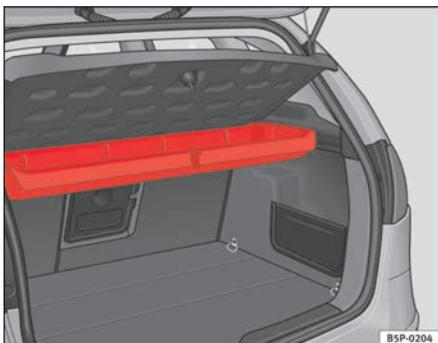
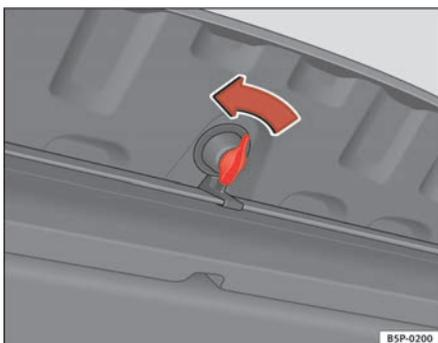

Fig. 122 Alojamento para o triângulo de pré-sinalização por baixo da chapeleira traseira
Fig. 123 Abertura da caixa porta-objects
O triângulo de pré-sinalização* está localizado por baixo da prateleira posterior na uma caixa porta-objects ⇒ fig. 122. Para abrir esta caixa porta-objects, gire o trinco 90° ⇒ fig. 123.
- Abra a caixa porta-objectos, girando o trinco 90° ⇒ página 151, fig. 123.